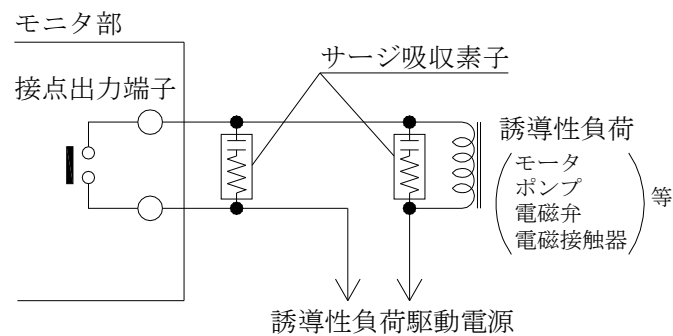

図13. サージ吸収素子の接続例
- 3) 本器の上下限接点出力またはヒステリシス接点出力で電磁開閉器等の誘導性負荷をON/OFFする場合は本器のリレー接点保護とスパークノイズによる誤動作防止のため、必ず負荷回路に並列にサージキラー等のサージ吸収素子を取り付けて下さい。(図13参照)